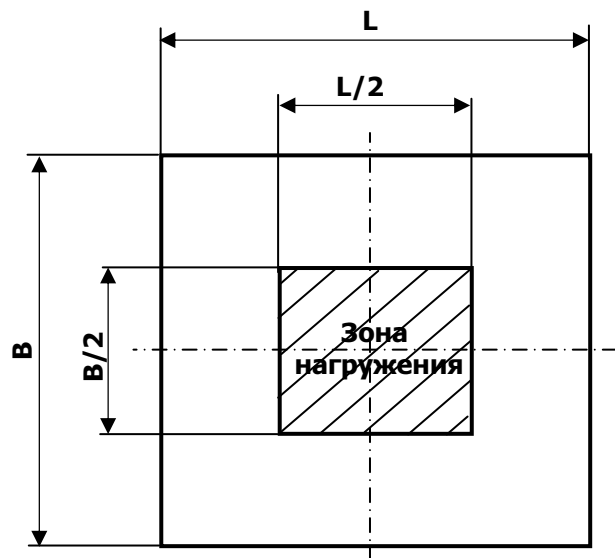

Рисунок 2 – Расположение зоны нагружения на платформе весов BT
6.4.1 Поместить груз на платформу. Центр тяжести взвешиваемого груза должен быть размещен в обозначенной зоне нагружения платформы весов (см. рисунок 2) На цифровом табло весового терминала высветится значение массы груза.